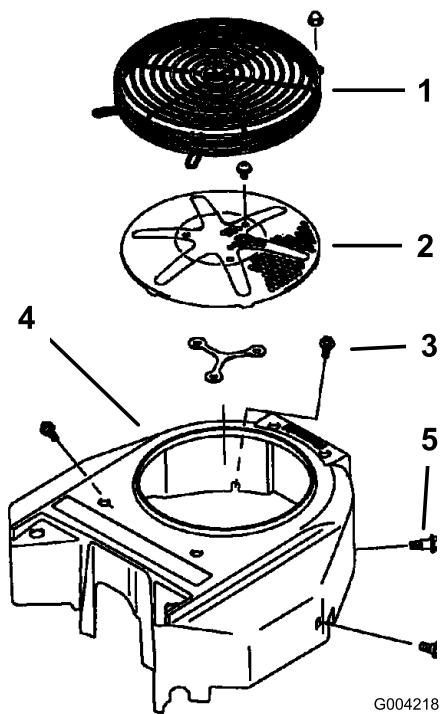

Figure 78
3. Déposez la grille d'entrée d'air, le lanceur et le carter du ventilateur (Figure 78).
- Remettez la grille d'entrée d'air, le lanceur et le carter du ventilateur (Figure 78).